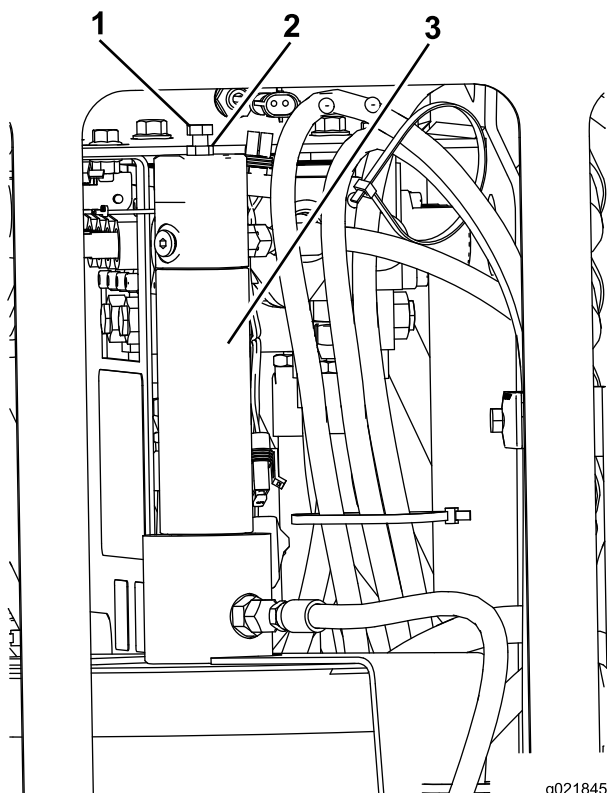

Рисунок 92
1. Ослабьте контргайку на регулировочном болте, расположенном на поршне устройства нанесения состава для резьбы (Рисунок 92).